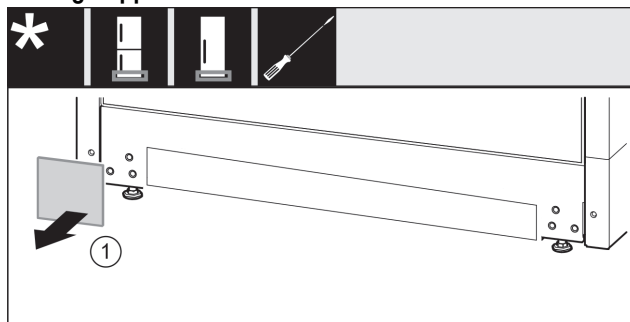

Fig. 15
- ▶ Rimuovere la copertura Fig. 15 (1).